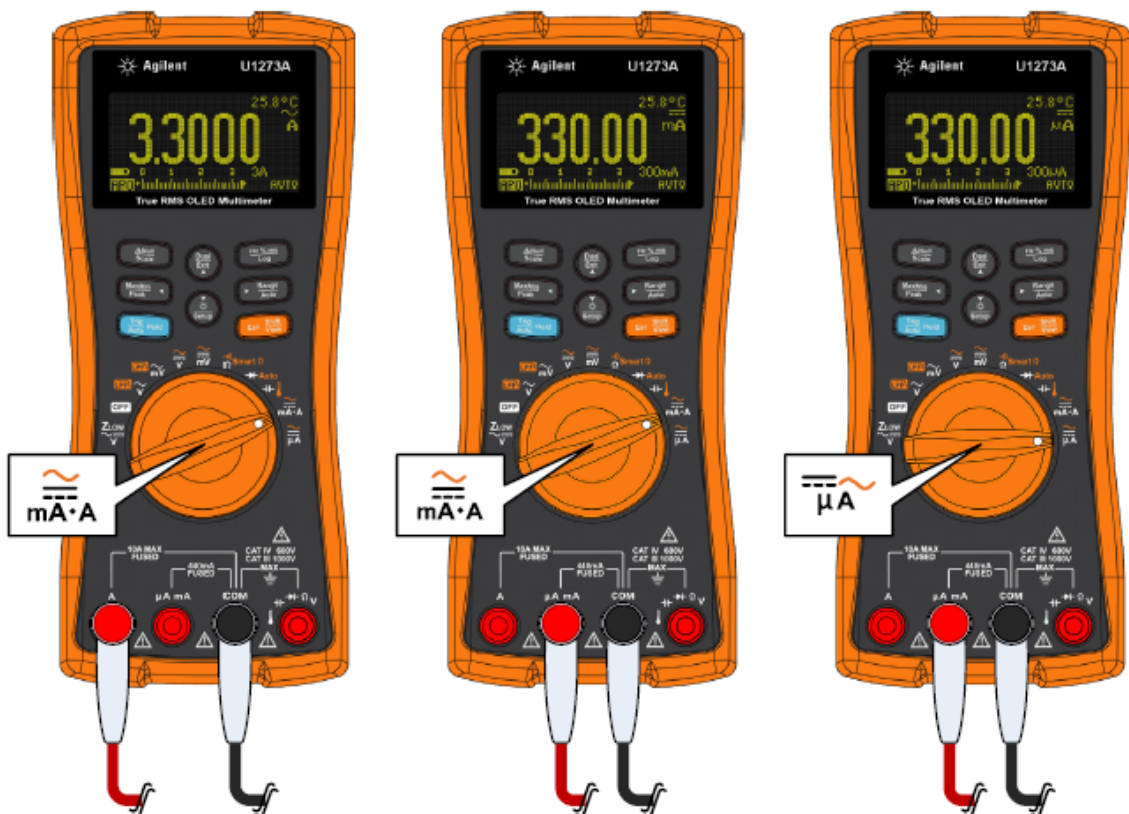

Рис. 2-32 Варианты присоединений к входным гнездам и установки поворотного переключателя при измерении тока
- Во избежание перегорания предохранителя на 440 мА, пользуйтесь гнездом  **$\mu\text{A}$  mA** только тогда, когда вы уверены, что измеряемый ток не превышает 400 мА. Обратитесь к рис. 2-32, на котором показаны возможные варианты присоединений к входным гнездам и установки поворотного переключателя. Обратитесь к подразделу 1.2.8, где описаны предупредительные сигналы и индикаторы, которые использует мультиметр, когда неправильно присоединяются измерительные кабели для измерения тока.